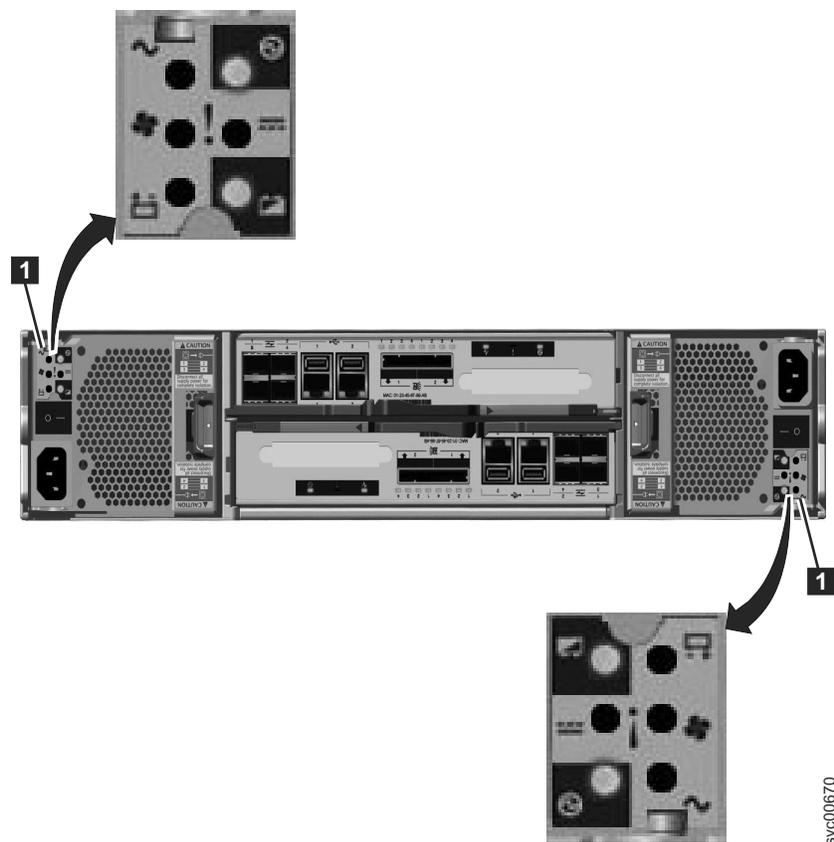

Figura 21. LEDs nas unidades de fonte de alimentação do gabinete de controle
1. Utilize o LED estado da falha de energia AC, de fonte de alimentação OK, de falha de ventilador e de energia DC em cada unidade de fonte de alimentação no gabinete para determinar se há energia no sistema ou se há problemas de energia. O Figura 21 mostra os LEDs na unidade de fonte de alimentação.